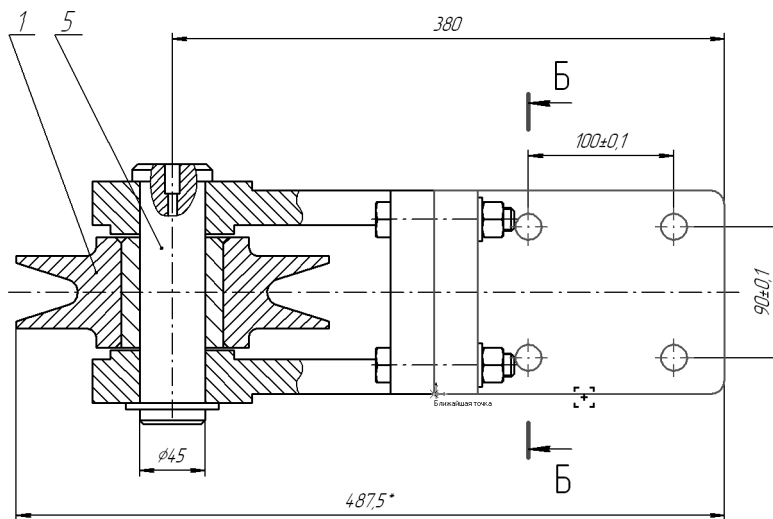

Рис. 54.14. Копирование объекта в буфер обмена
- 1.2. На виде сверху выделите изображение *Кронштейна*, которое оформлено как макроэлемент (рис. 54.14).
- 1.3. Скопируйте проекцию *Кронштейна* в буфер обмена. Базовую точку укажите в левом нижнем углу детали (рис. 54.14).